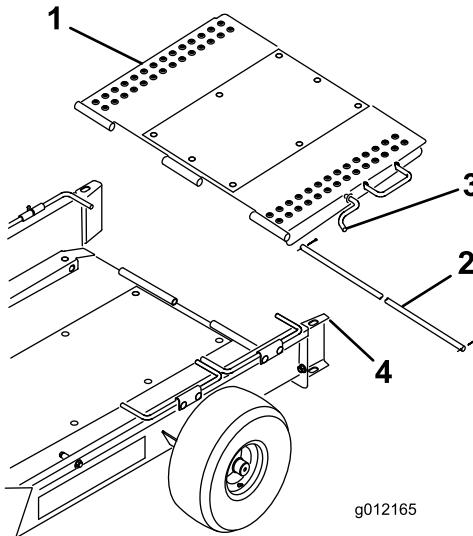

Figura 4
- Monte a rampa do reboque na traseira da plataforma do reboque com a barra da dobradiça e 2 contrapinos (Figura 4).
- Incline a rampa do reboque para cima e engate o trinco da rampa no furo na parte superior do guia da roda (Figura 4).